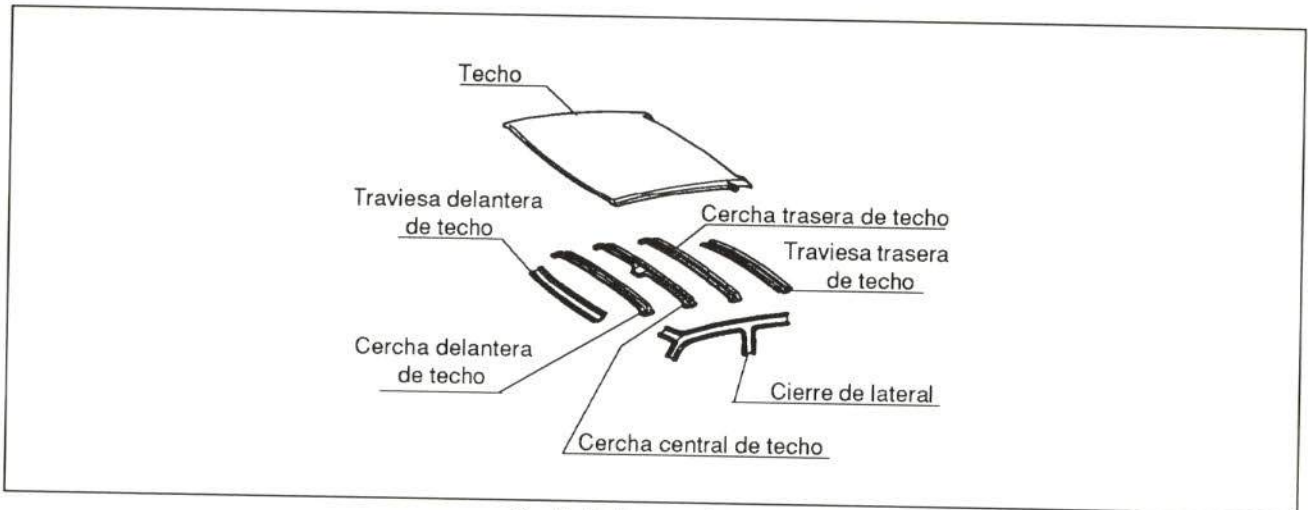

Fig. 7.- Refuerzos del techo
3.1.- Techo: Para proporcionar una mayor rigidez e indeformabilidad al habitáculo, el fabricante ha reforzado esta pieza con 5 traviesas. (fig. 7)